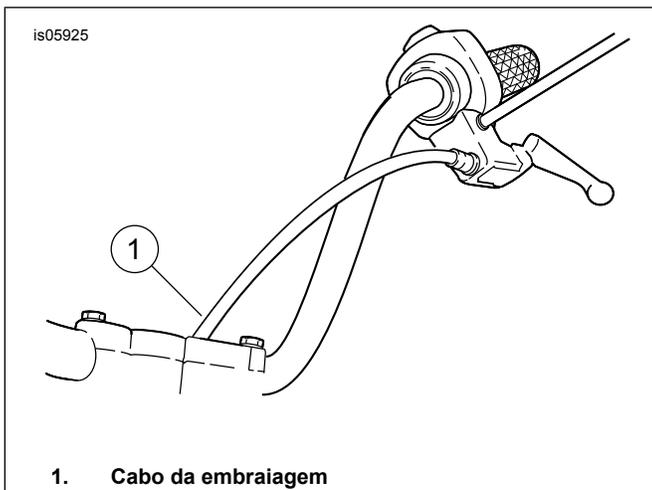

Figura 2. Novo Encaminhamento do Cabo de Embraiagem
5. Ver Figura 2 . Redirecione o cabo da embraiagem para a parte interna do guidador e volte a encaixar o cabo da embraiagem na alavanca da embraiagem.